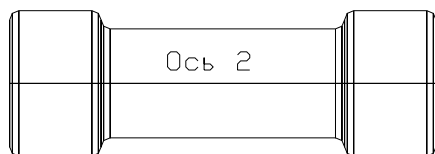

Рис. 23.4
4. Вазівкою Вращение створити контур навколо лінії OX (Ось 2) (Рис. 23.4).